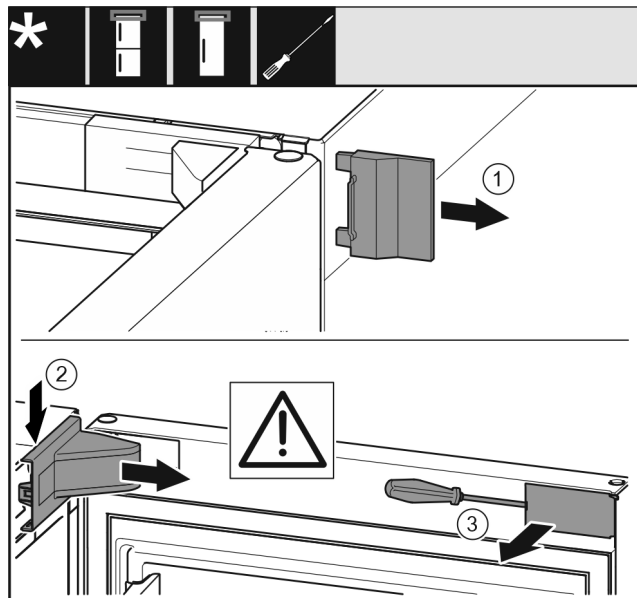

Fig. 12 *
- ▶ 取下外盖 Fig. 12 (1)。*
- ▶ 拆卸并取下托架盖 Fig. 12 (2)。*
- ▶ 使用带槽螺丝刀松开隔板 Fig. 12 (3)并把它转到一边。*